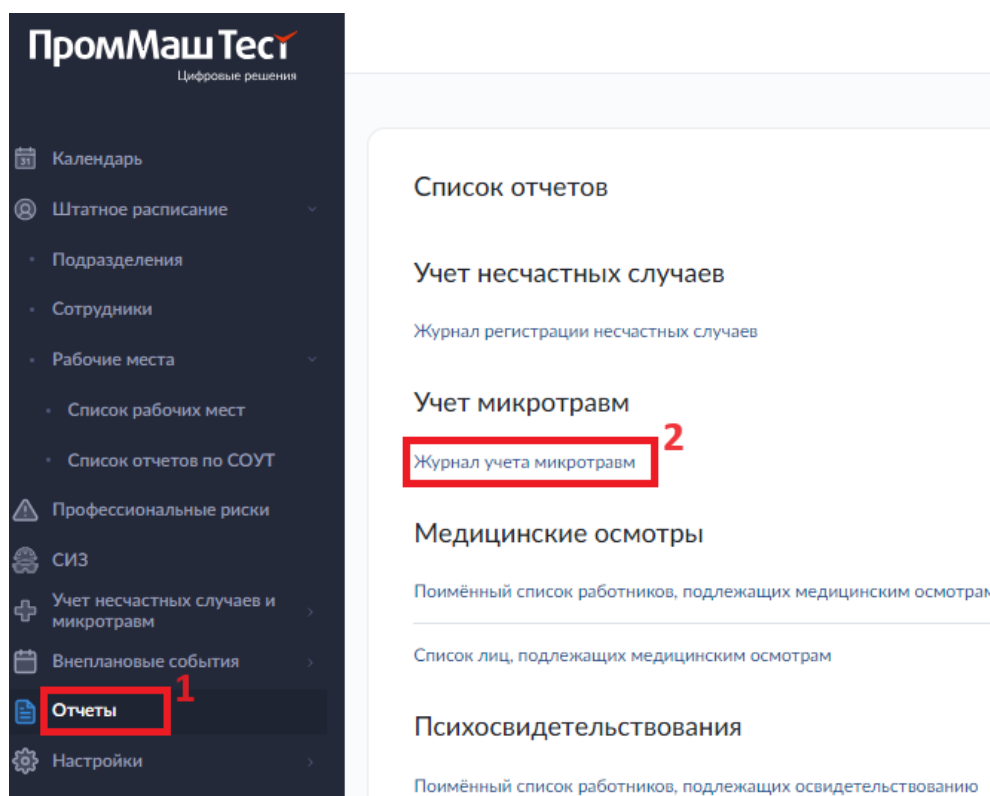

Рисунок 108. Раздел «Отчеты». Подраздел «Учет микротравм»
Формирование журнала регистрации несчастных случаев проводится по нажатию кнопки «Журнал регистрации несчастных случаев» (2) в разделе «Отчеты» (1) (рис. 108).